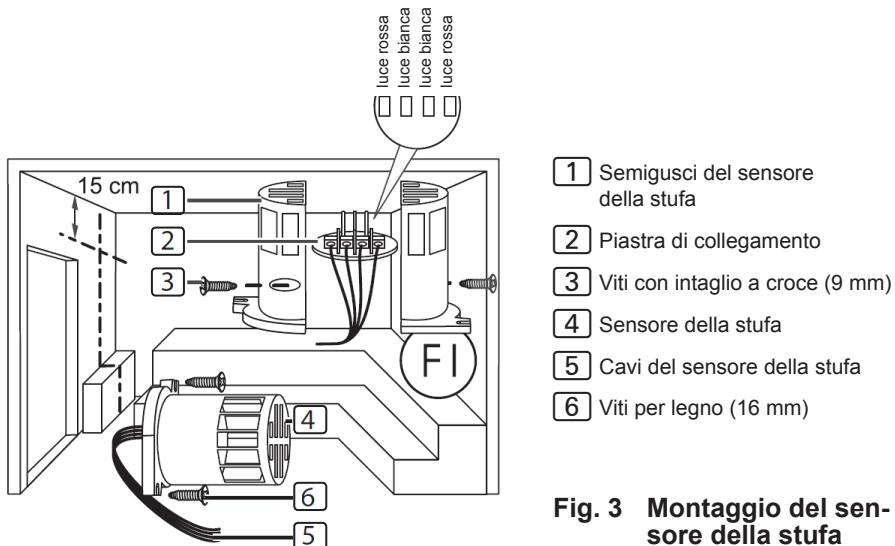

Fig. 3 Montaggio del sensore della stufa
Per il montaggio del sensore della stufa eseguire i seguenti passaggi (vedi Fig. 3):
3. Collegare i 4 pin del cavo del sensore della stufa **[5]** conformemente alla **Fig. 3**.
4. Posizionare la piastra di collegamento **[2]** nei semigusci del sensore in senso trasversale (come indicato nella **Fig. 3**).